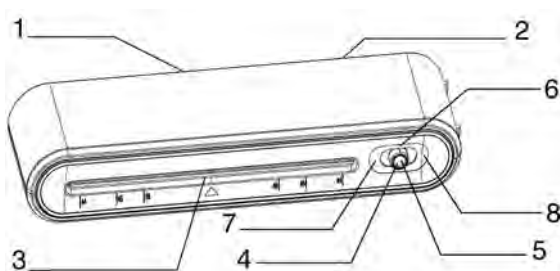

Abb. 1
2. **Sobald das blaue Lämpchen leuchtet, ist das Gerät bereit** für das Heißlaminieren (Abb. 1). Das Gerät benötigt etwa 3-5 Minuten, bis es aufgewärmt ist.